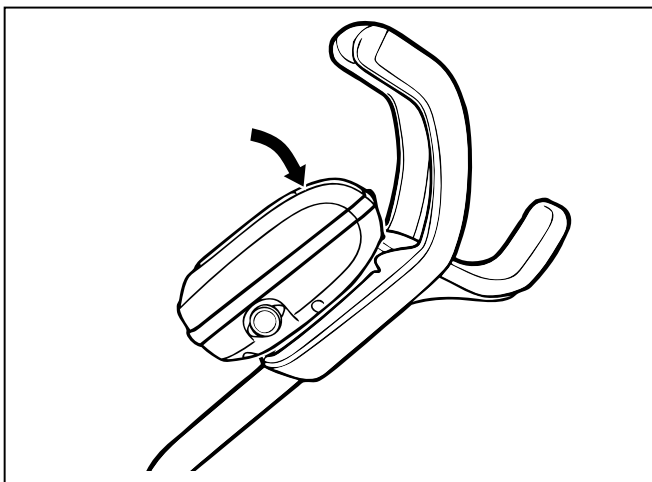

Figure 11. Fixer le module de commande au chariot
- Exercer une pression sur le module de commande jusqu'à ce qu'il s'encliquète et se verrouille en position sur l'attache du chariot (Figure 11).